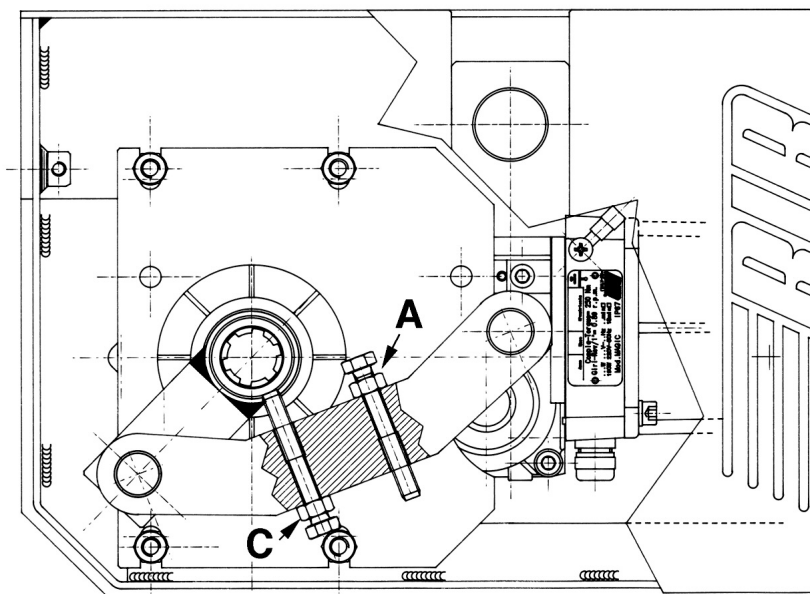

Fig. 11
- Per ottenere l'apertura desiderata del cancello è sufficiente avvitare o svitare l'apposita vite (A) di fermo e di seguito bloccare il controdado per impedire che possa modificare la sua posizione nel tempo (Fig.11).
- To adjust the travel limit for the opening movement of the gate, simply turn the screw (A) left or right as appropriate, then secure the lock nut to prevent the screw from slipping out of position subsequently (fig 11).
- Pour obtenir l'ouverture du portail désirée, il suffit de visser ou de dévisser la vis d'arrêt (A) et de bloquer ensuite le contre-écrou pour empêcher qu'elle change de position par la suite (Fig.11).
- Die gewünschte Toröffnung über Ein- bzw. Abdrehen der entsprechenden Endlagenschraube (A) einstellen. Anschließend die Position durch Arretieren der Gegenmutter fixieren (Abb. 11).